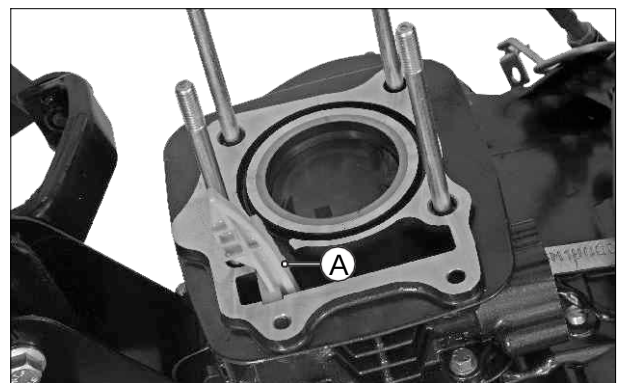

Fig. 3.82
- Retire la guía de la cadena (A) del cilindro. (Fig. 3.82)